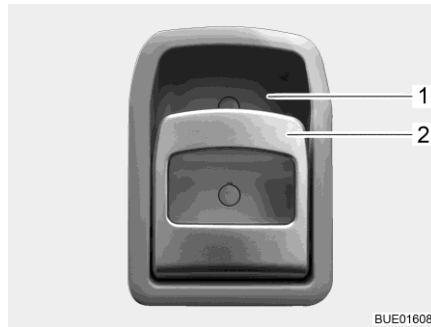

Bild 51 Dörrlås (ingångsdörr insida)
- Öppna:** ■ Drag i handtaget (Bild 51,2). Dörrlåset låses upp respektive öppnas.
- Låsa:** ■ Tryck handtagets (Bild 51,2) övre del i riktning mot greppkåpan (Bild 51,1). Dörrlåset låses.